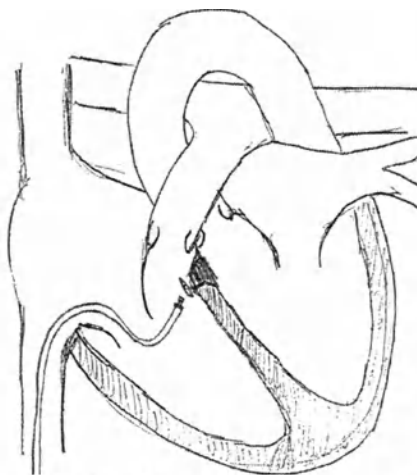

Рис. 5.3.11 – Высвобождение катушки
- (Рис. 5.3.11) Затем оттяните ползунковый регулятор синего цвета под контролем флюороскопии, до тех пор пока катушка не отделиться от системы доставки.